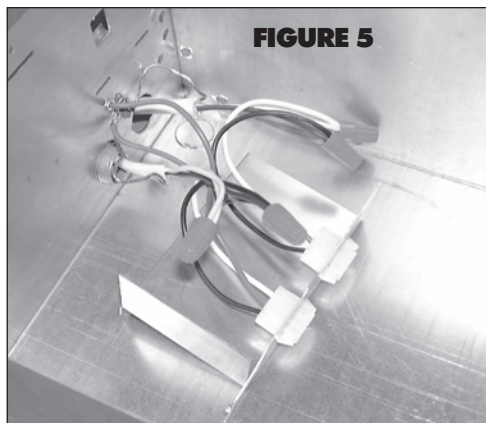

FIGURE 5
7. Connect the supply wiring to the fan wiring using approved wire nuts: black to black and white to white. Connect ground wire to green grounding screw on side of housing. Repeat wiring to second plug for light. (Fig. 5).
7. Conecte el alambrado de suministro al alambrado del ventilador usando tuercas colectoras aprobadas: negro a negro y blanco a blanco. Conecte el alambre a tierra con el tornillo verde para conexión a tierra en el costado del bastidor. Repita el alambrado para la lámpara al segundo enchufe (Fig. 5).
7. Brancher le fil d'alimentation au câblage du ventilateur en se servant décrous pour fils électriques approuvés : noir avec noir, blanc avec blanc. Brancher le fil de mise à la terre à la vis de mise à la terre (de couleur verte) sur le côté de l'enveloppe. Répéter la procédure (câblage) pour le système d'éclairage (Fig. 5).